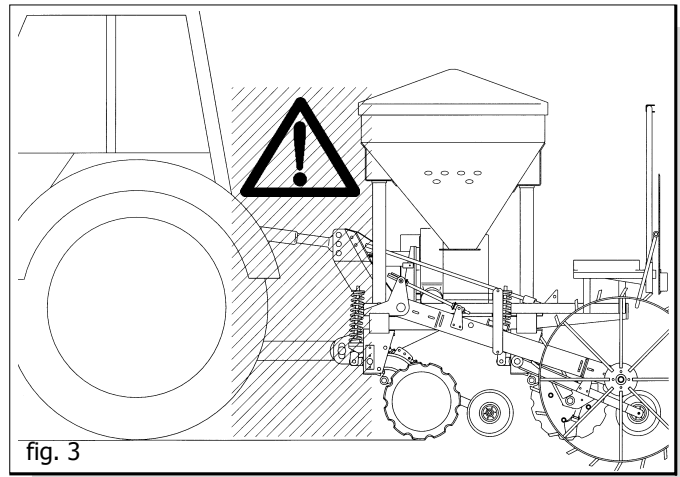

fig. 3
- 25) Es ist strengstens verboten zwischen den Schlepper und den Anschluß zu treten, um die Hubsteuerung von aussen zu betätigen (Abb. 3).